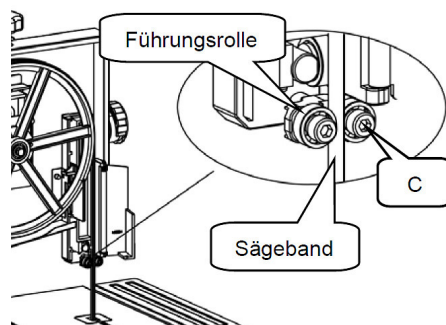

Abb. 26: Einstellung der Bandführung
Schritt 4: Lösen Sie die Innensechskantschraube (C, Abb.26) und stellen Sie das Führungslager auf eine Position ein, die 0,5 mm vom Messer entfernt ist. Ziehen Sie die Innusschraube (C, Abb.26) wieder an.